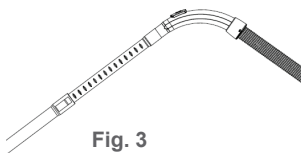

Fig. 3
Conectați tubul de aspirație (14) la capătul curbat al furtunului de aspirație (16) (Fig 3).